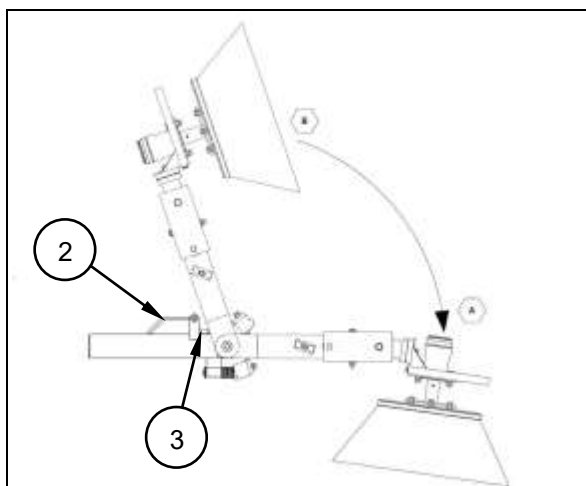

Fig. 4.15
- Håndtaget (2) trækkes fra fastlåsningsen (3), så sidebørsterne svinger fra position B til position A (fig. 4.15).